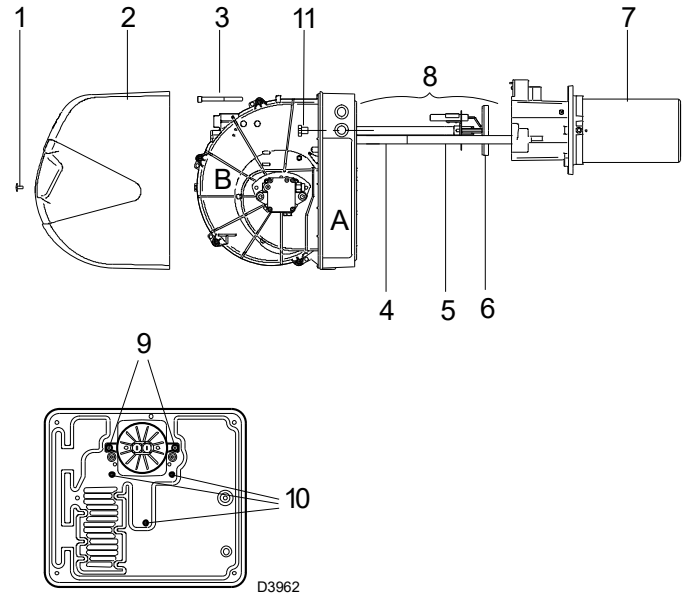

Abb. 31
Wenn die Wartung der Schalttafel A)(Abb. 31) erforderlich ist, einfach nur die Gebläseeinheit B)(Abb. 31) entfernen, um leichten Zugriff zu den elektrischen Bestandteilen zu erhalten.
Bei geöffnetem Brenner, wie in der Abb. 31 gezeigt, die Elektrodenkabel trennen und die Kopfeinheit 8)(Abb. 31) durch Lösen der beiden Schrauben 9)(Abb. 31) entfernen.
Die Kabel des Gebläsemotors abtrennen, die 3 Schrauben 10)(Abb. 31) am Schutzblech und die beiden Schrauben 11)(Abb. 31) entfernen und die Gebläseeinheit B)(Abb. 31) von den Führungen 4) - 5)(Abb. 31) abziehen.
Nun ist es möglich, zwei der drei Schrauben 10)(Abb. 31) zu verwenden, um die Schalttafel an den in Abb. 29 angegebenen Punkten an der Leitung zu befestigen, dann können die Wartungsarbeiten durchgeführt werden.
- Entfernen Sie die Schraube 1)(Abb. 31) und nehmen Sie die Verkleidung 2) ab;